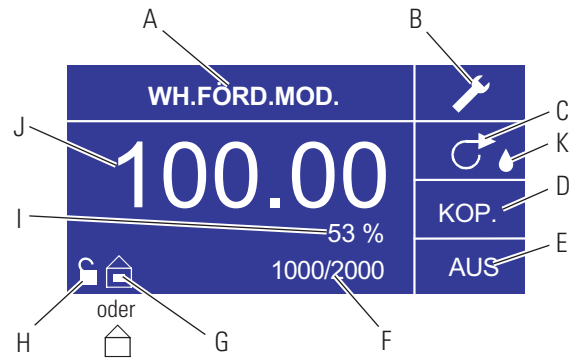

Abbildung 3-6. Wiederholungsförderungsmodus-Bildschirm
7. **Auswahl der Losgröße:** Verwenden Sie die Richtungspfeile und die EINGABETASTE, um das Batch-Zahl-Symbol auf dem Betriebsbildschirm auszuwählen (siehe Position F, Abbildung 3-6). Wählen Sie im Batch-Zahl-Bildschirm die AUF-/ABWÄRTS-Pfeile zur Auswahl der Losgröße. Drücken Sie die EINGABETASTE zum Bestätigen der Losgröße. Wenn diese Zahl auf Null (0) eingestellt ist, läuft der Antrieb auf unbestimmte Zeit und das ∞ Symbol wird angezeigt. Wählen Sie BEENDEN, um zum Wiederholungsförderungs-Bildschirm zurück zu kehren.
9. **Batch-Zahl zurücksetzen:** Verwenden Sie die Richtungspeile und die EINGABETASTE, um das BATCH-ZAHL-Symbol auf dem Betriebsbildschirm auszuwählen (siehe Position F, Abbildung 3-6). Wählen Sie im BATCH-ZAHL-Bildschirm die Option ZURÜCKSETZEN und drücken Sie die EINGABETASTE, um die Batch-Zahl zurück zu setzen. Wählen Sie BEENDEN, um zum Wiederholungsförderungs-Betriebs-Bildschirm zurück zu kehren.